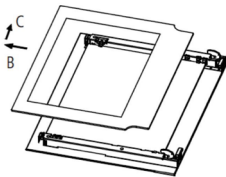

Fig. 4
2. Retirer lentement le verre intérieur en suivant le sens de la flèche (B) puis (C) (Fig.4)